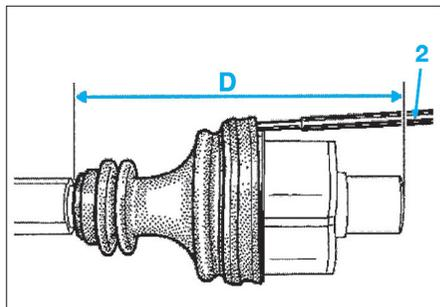

Fig. 8
- Positionner un outil (2) non tranchant et non pointu entre le soufflet et la tulipe de transmission (Fig.8)
- Retirer l'outil (2)